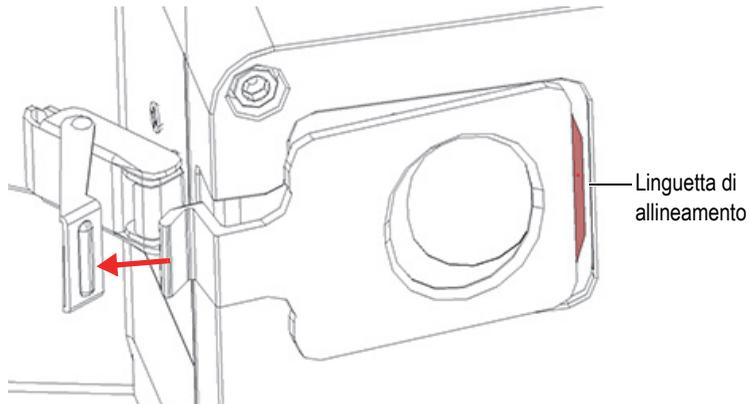

Figura 4-4 Linguetta di allineamento della placchetta completamente visibile
5. Tirare leggermente la placchetta verso sinistra fino a quando la linguetta di allineamento diventa completamente visibile (vedi Figura 4-4 a pagina 65), in seguito rimuovere la placchetta dallo strumento.